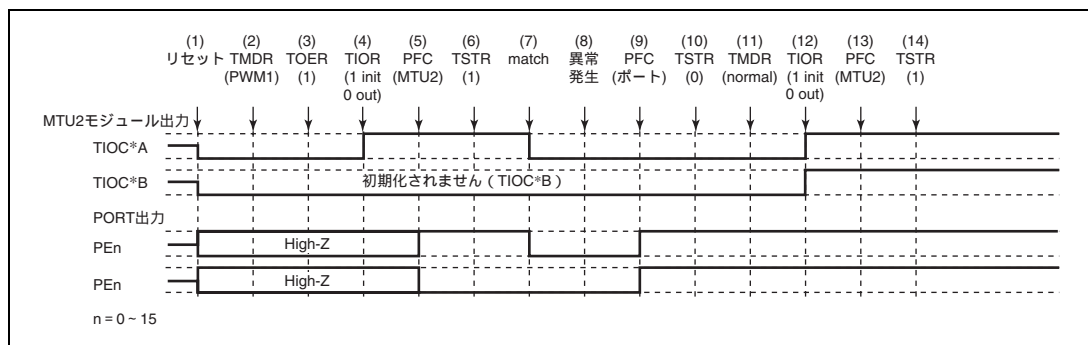

図 10.141 PWM モード 1 で異常が発生し、ノーマルモードで復帰する場合
PWM モード 1 で異常が発生し、再設定後ノーマルモードで再スタートする場合の説明図を図 10.141 に示します。
(1) ~ (10) は図 10.141 と共通です。
(11) PWM モード 1 で再スタートする場合には必要ありません。
(12) TIOR で端子を初期化してください (PWM モード 1 では TIOC*B 側は初期化されません)。
(13) PFC で MTU2 出力としてください。
(14) TSTR で再スタートします。
(11) PWM モード 2 を設定します。
(12) TIOR で端子を初期化してください (PWM モード 2 では周期レジスタの端子は初期化されません)。
(11) 位相計数モードを設定します。
(12) TIOR で端子を初期化してください。
(11) 波形生成部の初期化のためノーマルモードを設定してください。
(12) TIOR で PWM モード 1 の波形生成部を初期化してください。
(13) TIOR で PWM モード 1 の波形生成部の動作を禁止してください。
(14) TOER でチャンネル 3、4 の出力を禁止してください。
(15) TOCR で相補 PWM の出力レベルと周期出力の許可禁止を選択してください。
(16) 相補 PWM を設定します。
(17) TOER でチャンネル 3、4 の出力を許可してください。
(18) PFC で MTU2 出力としてください。
(19) TSTR で再スタートします。